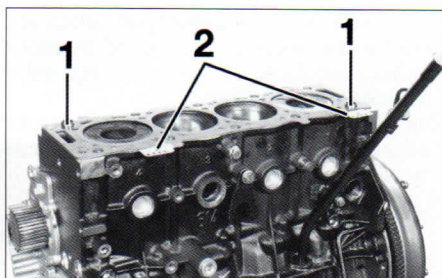

FIG.42
- Asegurarse de la presencia de los casquillos de centrado (1) en el bloque motor y del sentido correcto de la junta de culata (2) (fig. 42).